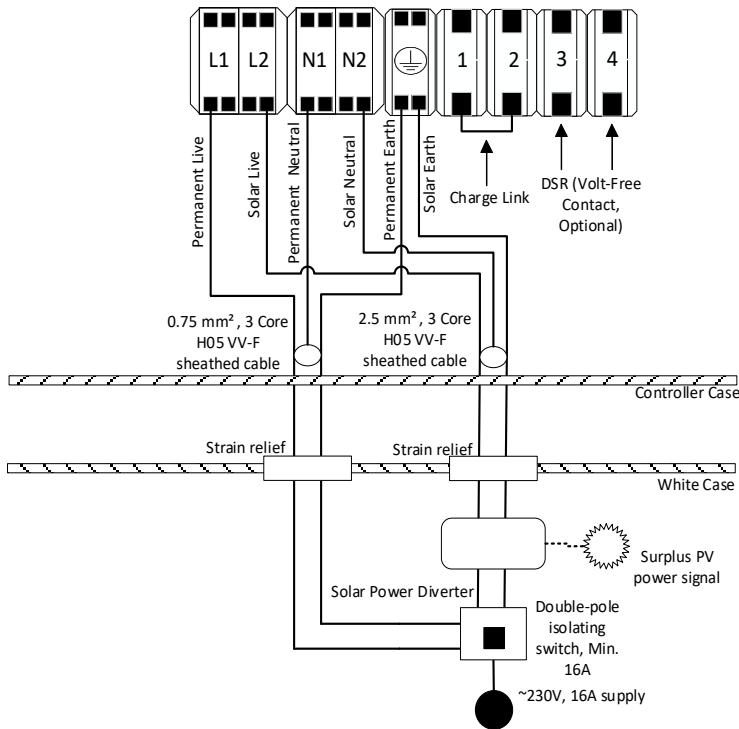

Figure 12 - Câblage de la batterie thermique Thermino ePlus avec dérivation de l'énergie solaire
- Avec dérivation de l'énergie solaire, voir section 6.4.2, Figure 12.
S'assurer que les connexions 1 et 2 sont retirées (voir Figure 12) et que la sortie de commande de la dérivation de courant module le CA.